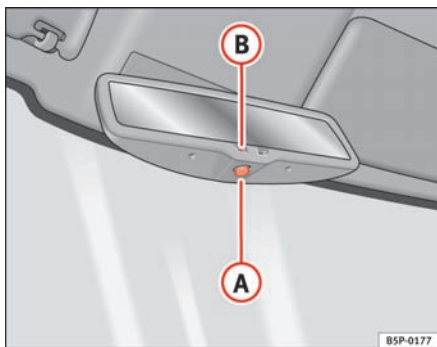

Fig. 66 Bakspejl med automatisk afblænding
- Tryk på knappen **A** ⇒ fig. 66. Advarselampen **B** slukker.
- Tryk på knappen **A** ⇒ fig. 66. Kontrollampen tænder.